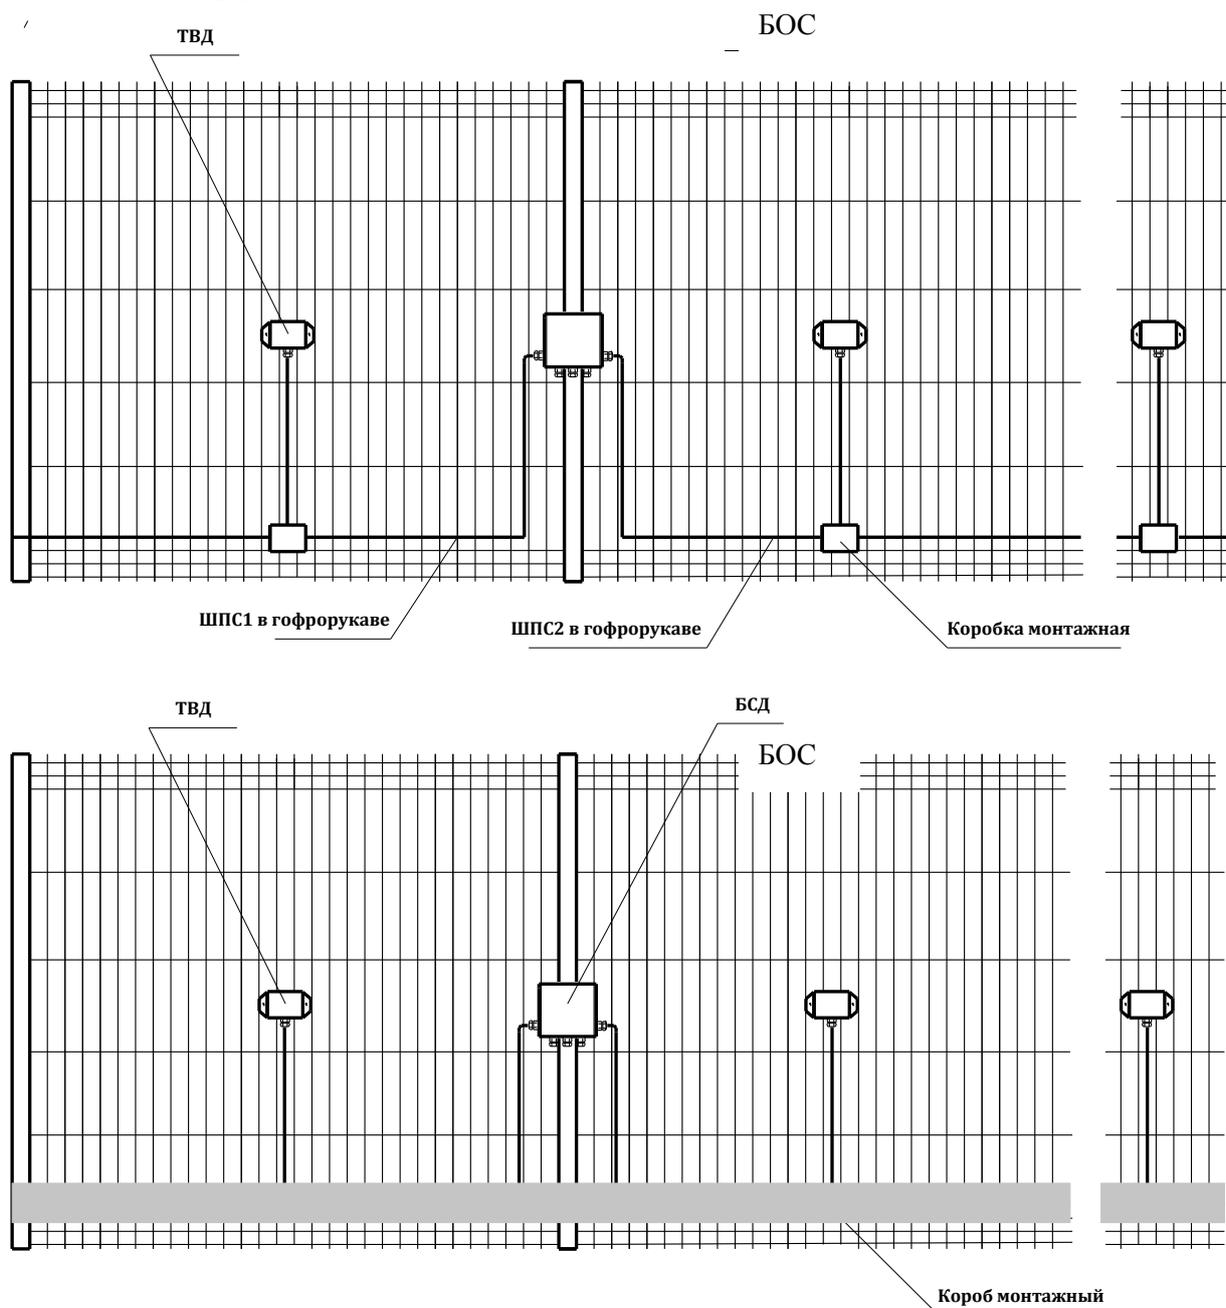

Рисунок 3.4.Монтаж соединительных линий.
3.4.3 Монтаж соединительных кабелей ШПС производить при температуре не ниже минус 10°C. С целью сохранения целостности ШПС при диверсиях (разрушение ТВД, перекус подводящего кабеля) рекомендуется проводить прокладку кабельных линий защищенным способом, выполняя ответвления к каждому ТВД (рис.3.4). При таком способе монтажа вывод из строя отдельного ТВД не приведет к выходу из строя всей линии ШПС.